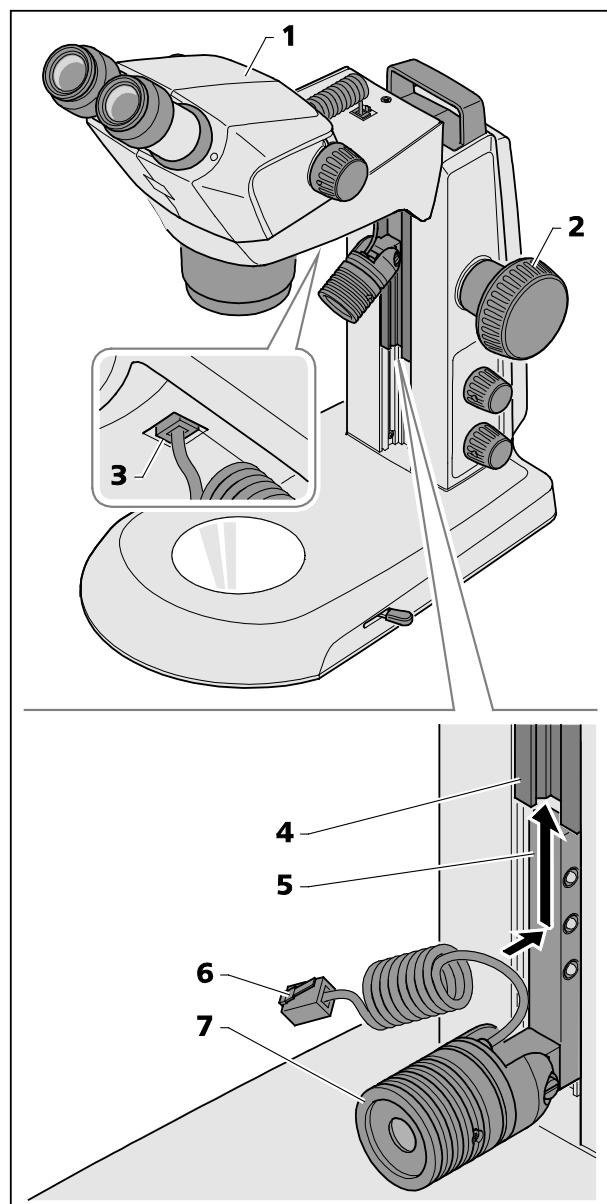

Fig. 12 Montar a lâmpada spot
- Levar o corpo de microscópio (Fig. 12/1) mediante o botão focalizador (Fig. 12/2) à posição superior.
- Introduzir a lâmpada spot (Fig. 12/7) com o suporte (Fig. 12/5), de baixo para cima, na guia (Fig. 12/4) do estativo e deslocá-la para cima até a posição desejada.
- Inserir o cabo de ligação (Fig. 12/6) da lâmpada spot na tomada inferior do suporte Stemi (Fig. 12/3).